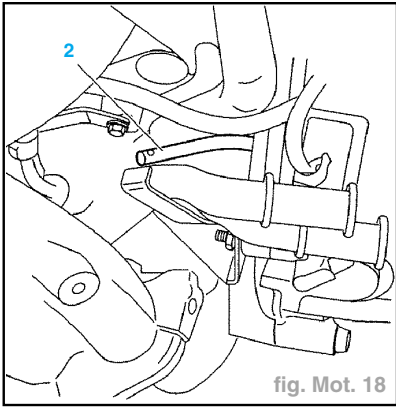

fig. Mot. 18
- le carter de distribution (7),
- Piger le volant-moteur à l'aide de la pige (2) réf. **4507-TA** (fig. Mot. 18).
- Déposer les outils (1), (5) et (2), (3).
- Sans revenir en arrière, piger le volant-moteur à l'aide de la pige (2) (fig. Mot. 18).